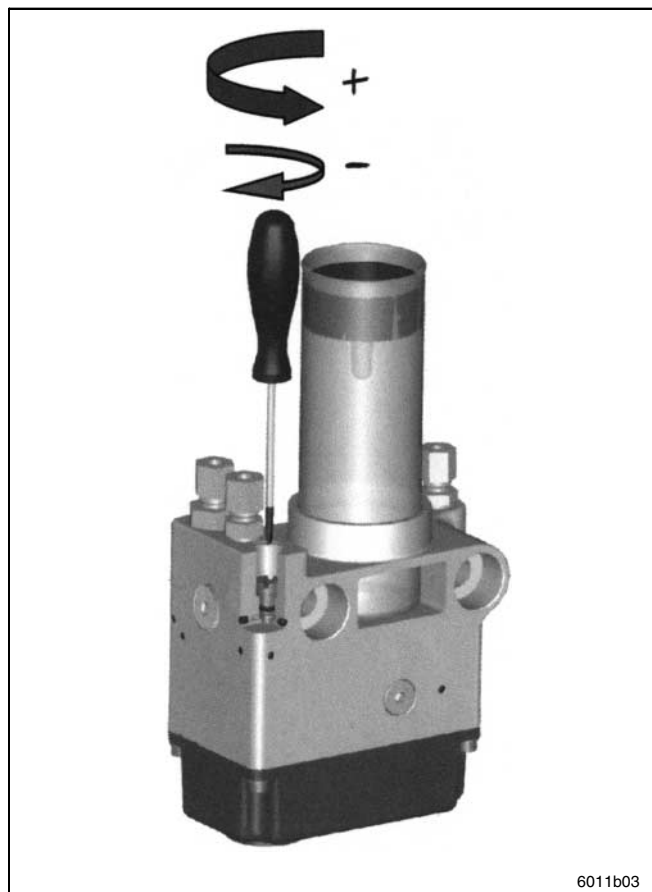

Fig. 3 Réglage du restricteur
- refoule du lubrifiant de manière continue vers le point de lubrification lorsque l'appareil hydraulique fonctionne. Si l'appareil hydraulique s'arrête de fonctionner, la pompe s'arrête également. Le débit de la pompe est réglable au moyen du restricteur (voir fig. 3 et 13)
- Tourner en sens horaire contraire –augmentation du lubrifiant (voir fig. 3 et le diagramme des débits p. 14)